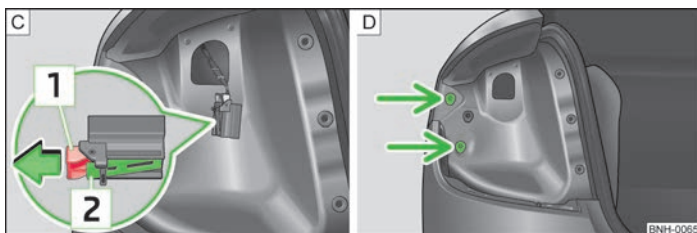
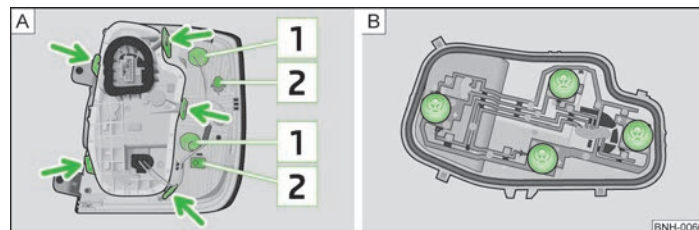

Fig. 134 Comutatorul lămpii / Montarea lămpii
Fig. 135 Partea exterioară a lămpii / partea interioară a lămpii
- Trageți elementul de blocare [1] » fig. 134 al conectorului în sensul săgeții.
- Apăsăți elementul de blocare [2] » fig. 134 și detașați conectorul.
- Împingeți cu atenție blocul optic spate în caroserie, astfel încât bolțurile [2] » fig. 135 la pagina 163 ale lămpii să se fixeze în suporturile din caroserie » fig. 134 - [D].
- Rotiți soclul becului [1] » fig. 135 în sens antiorar și scoateți-l din carcasa lămpii.
- Deblocați suportul becului din elementele de fixare » fig. 135 - [A] și scoateți suportul becului din blocul optic spate.
- Rotiți soclul becului în sens antiorar, până la limită, și scoateți-l din carcasa lămpii » fig. 135 - [B].